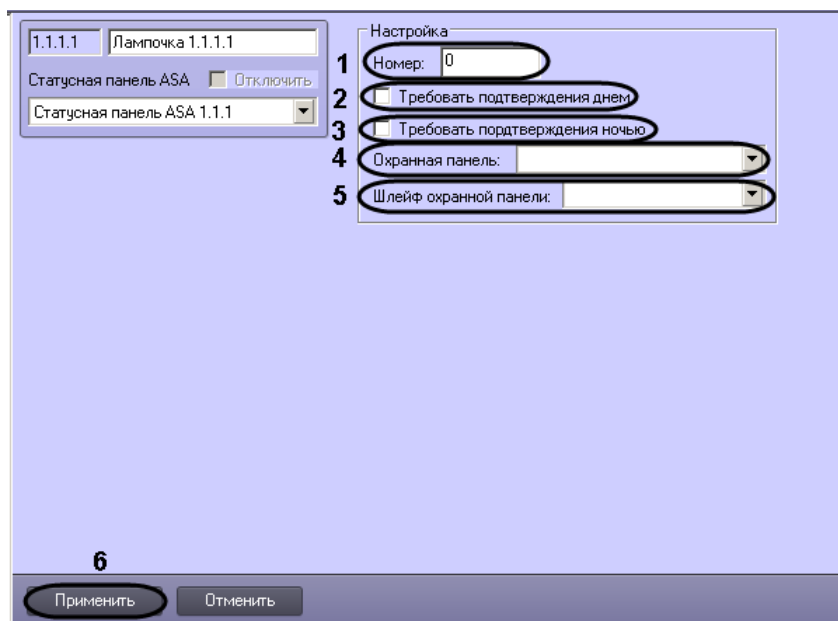

Рис. 3.5–8 Панель настроек объекта Лампочка
2. В поле **Номер**: необходимо ввести порядковый номер датчика (см. Рис. 3.5–8, 1).
3. Если требуется днем подтверждать тревогу необходимо установить флажок **Требовать подтверждения днем** (см. Рис. 3.5–8, 2).